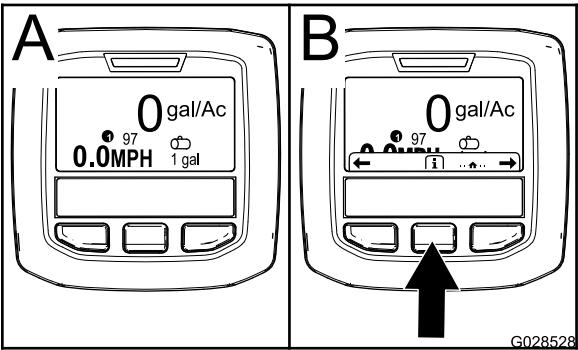

Bild 60
2. Nach ca. 15 Sekunden wird der Homebildschirm angezeigt. Drücken Sie die mittlere Auswahltaste, um den Informationskontext anzuzeigen (Bild 60).